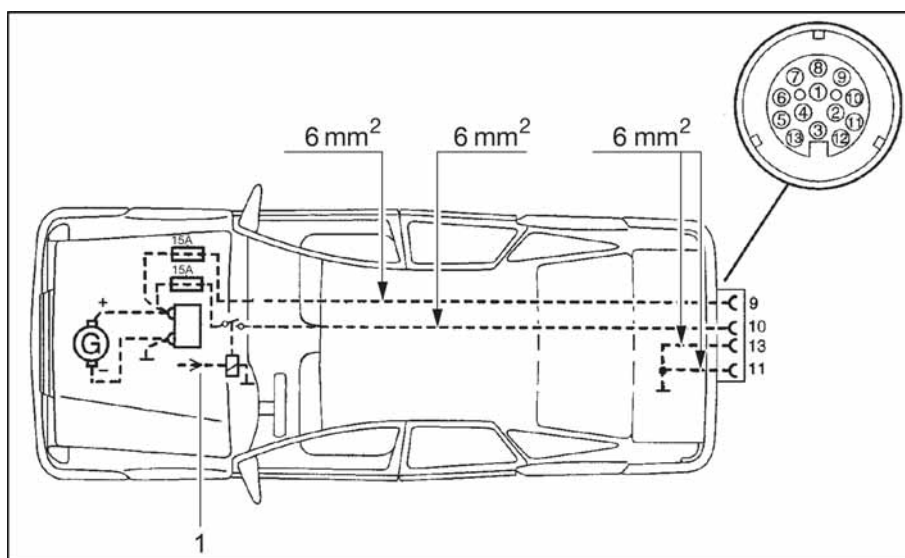

Fig. 102 Schema di installazione per veicolo trainante
- ▷ Attrezzare la motrice con le sezioni di cavo relative e con un relais per l'alimentazione elettrica (comandata tramite accensione) (vedi Fig. 102).